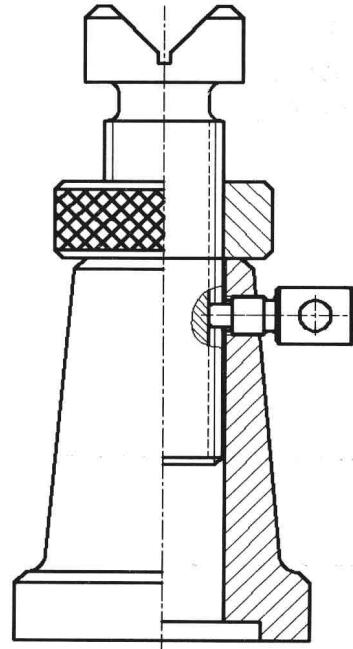

图 6-6-11
(16) 零件图组合可调支座装配图完成，如图6-6-11所示。